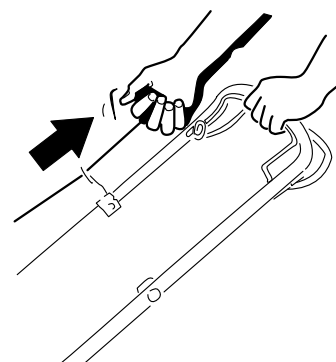

Figure 18
2. Tirez légèrement la poignée du lanceur (Figure 18) jusqu'à ce que vous sentiez une résistance, puis tirez